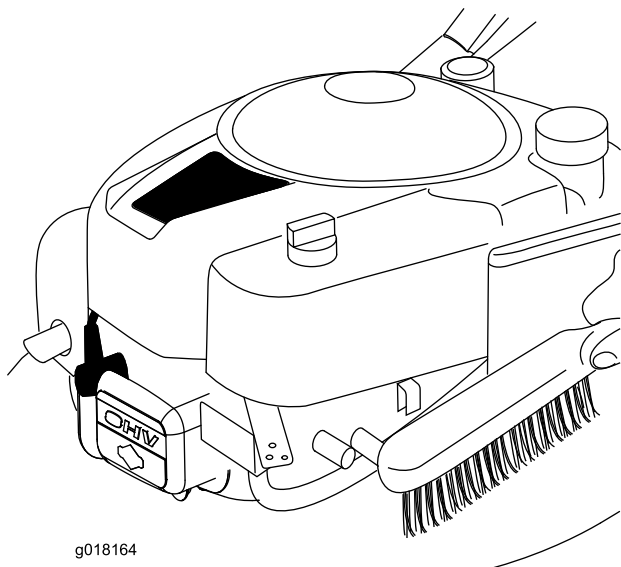

Figura 28
- Limpie cualquier resto de hierba o suciedad acumulado en el motor, el tubo de escape, el protector del tubo de escape, las vías de admisión de aire de la cubierta superior del motor y las zonas circundantes de la carcasa, con un cepillo o con aire comprimido (Figura 28).